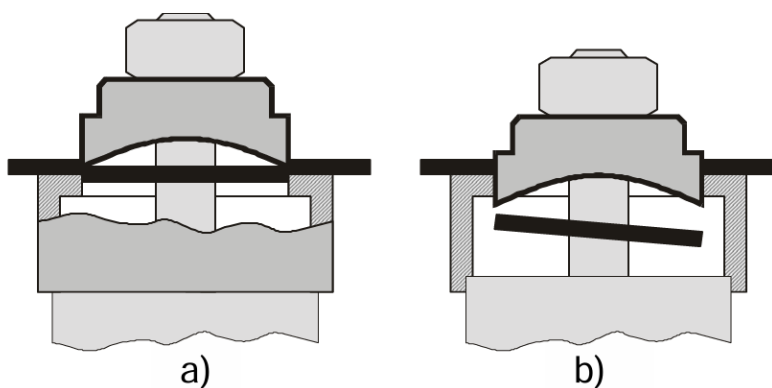

Рис. 4. Процес вирізання.
7. Насосом подавати гідравлічну олію до моменту вирізування отвору (Рис. 4а, 4b).